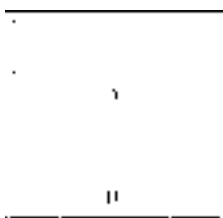

图 3-7 打开素材
1) 按〈Ctrl+O〉组合键，打开配套光盘提供的“第 3 章/3.1.2 等分加墙.dwg”素材文件，结果如图 3-7 所示。